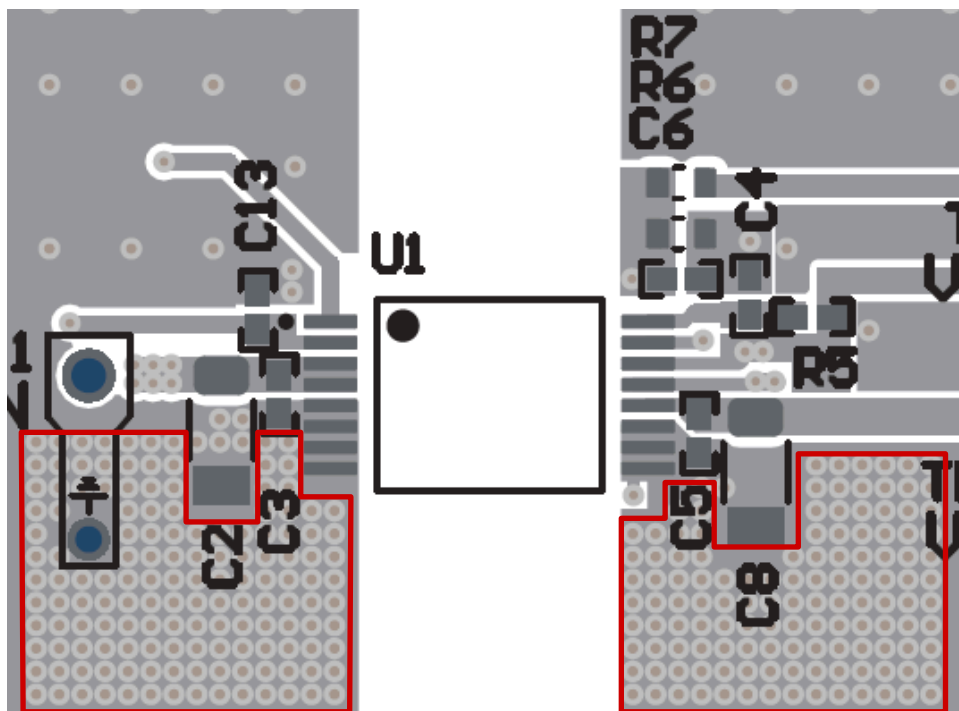

図 8-7. サーマル ピア
- f. 図 8-7 にレイアウトの例を示します。銅の面積が少ない場合は、ピン 5 ~ 8 (1 次側) と 9 ~ 11 (2 次側) の近くに配置し、設計で可能な限り多くのサーマル ビアを使用します。